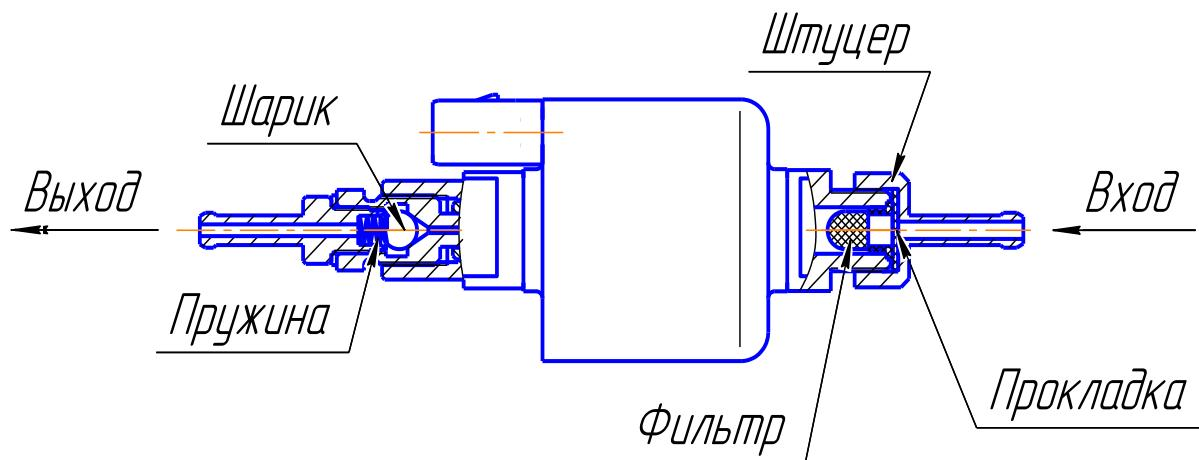

Рис. 12 -Топливный насос
5.9.1 Топливный насос (рис. 12) служит для дозированной подачи топлива в камеру сгорания. За весь период производства отопители комплектовались 4 типами топливных насосов: TH10; TH7; TH8; «Thomas magnete».
- убедиться, что фильтр топливного насоса чистый. Для этого необходимо частично разобрать насос, выкрутить штуцер (рис.12) и осмотреть фильтр. Если фильтр загрязнен, то промыть его бензином и продуть воздухом;
- проверить герметичность соединения между корпусом топливного насоса и входным штуцером (см. рис.12). Проверку производить воздухом давлением не более 1кгс/см². Давление подводить со стороны входа при этом выходной штуцер заглушить. Если соединение негерметично необходимо заменить прокладку в штуцере (см. рис 12).